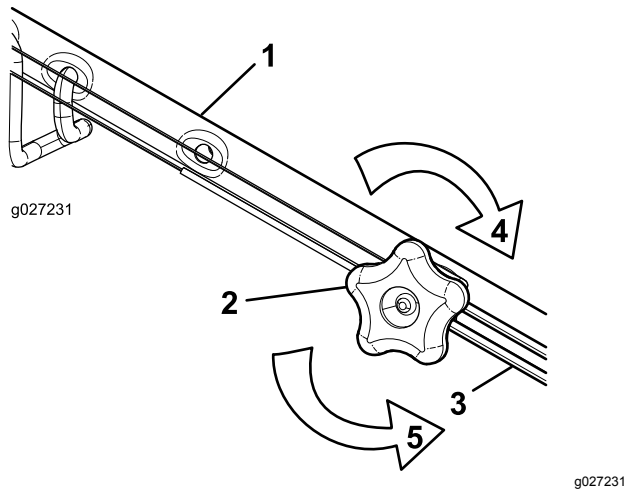

Bild 37
1. Drehen Sie das Handrad nach links, um die Zügeinstellung zu lösen (Bild 37).
2. Stellen Sie die Spannung des Zugs (Bild 37) ein, indem Sie ihn zurückziehen oder nach vorne drücken und dann in dieser Stellung arretieren.